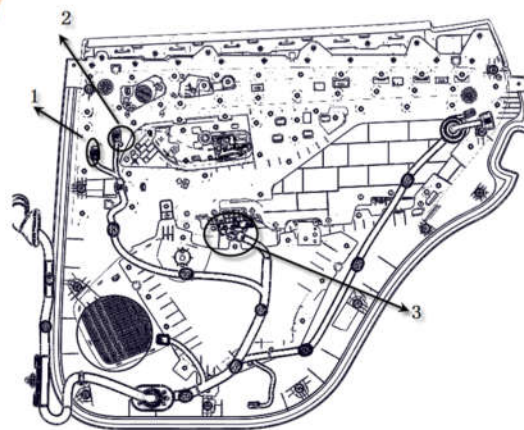

图9-1-7 线束分支接插件位置示意图
(7) 如图9-1-7，分别按住高音扬声器（1）、氛围灯接插件（2）、玻璃升降开关组（3）的卡脚，同时用力向外把线束接插件拔下，再将各线束分支在门板背面固定的卡扣从门板上拔出。